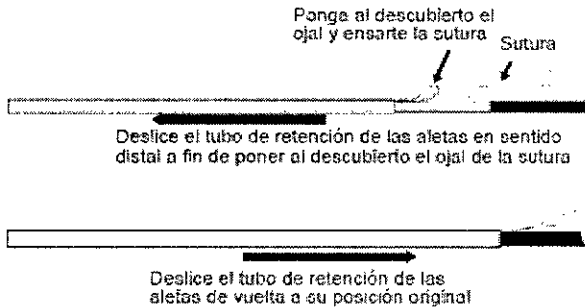

Figura 2. Preparación del espaciador MicroFlow
- i. Deslice el tubo de retención de las aletas a fin de poner al descubierto el ojal de sutura. Cuide de mantener las aletas de retención cubiertas y comprimidas (figura 2).
- ii. Ensarte un segmento de 45 cm (como mínimo) de longitud de sutura 4-0 ó 5-0 con una aguja recta a través del ojal (figura 2). Iguale los cabos de la sutura y colóquelos cerca del extremo proximal del catéter.
- iii. Deslice el tubo de retención de las aletas a su posición original a fin de cubrir el ojal. Cuide de mantener cubierta la sección distal del catéter (figura 2).